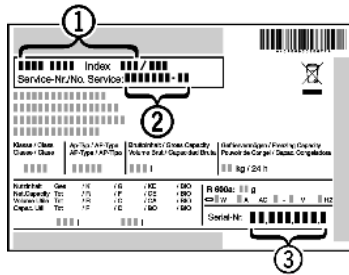

Fig. 7
- ▶ Relever la désignation de l'appareil Fig. 7 (1), le n° de service Fig. 7 (2) et le n° de série Fig. 7 (3) sur la plaquette signalétique. Cette plaquette se trouve sur la paroi intérieure gauche de l'appareil.
- ▶ Informer le S.A.V. et lui communiquer la panne, la désignation de l'appareil Fig. 7 (1), le n° de service Fig. 7 (2) et le n° de série Fig. 7 (3).